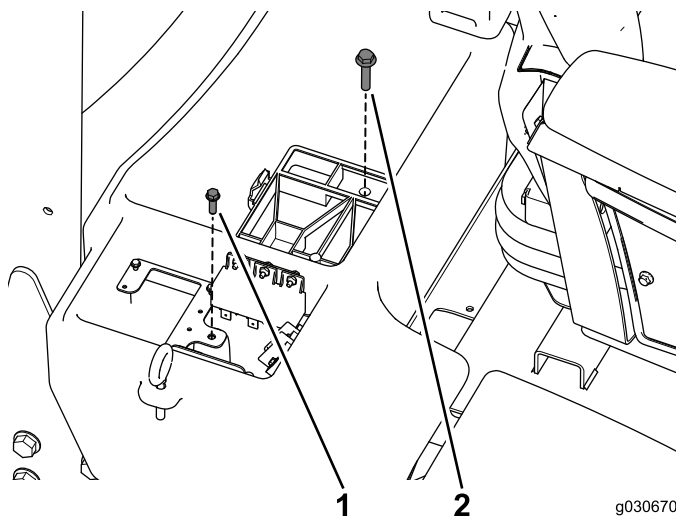

Figura 3
4. Rimuovete e conservate la vite che fissa la piastra del cablaggio preassemblato e il bullone che fissa il vano batteria (Figura 3).